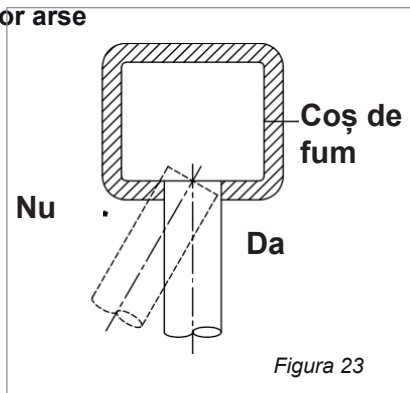

Figura 23
- Conducta de gaze de ardere trebuie să fie perpendiculară pe peretele opus al conductei de evacuare a gazelor de ardere (a se vedea figura 23).